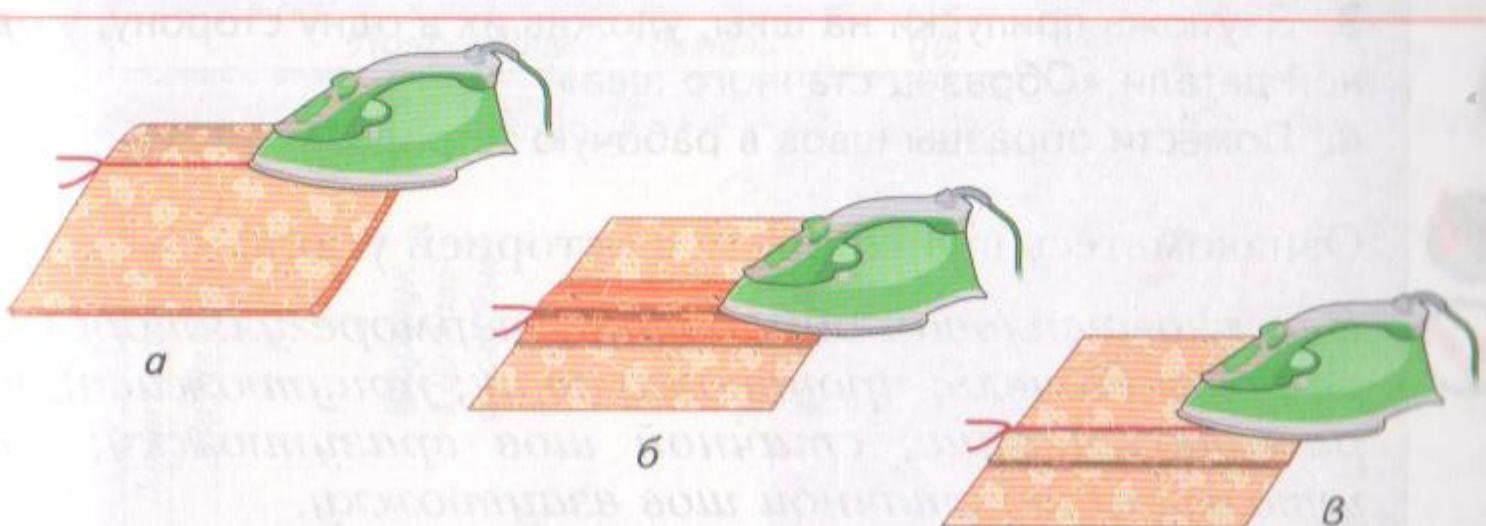

Рис. 108 Основные операции влажно-тепловой обработки:
1. *Приутюживание*. Деталь или швейное изделие укладывают на утюильную доску и прижимают горячим утюгом в области шва, сгиба или края детали, для того чтобы уменьшить их толщину (рис. 108, а).
2. *Разутюживание*. Припуски стачного шва раскладываются в противоположные стороны и закрепляют их в таком положении горячим утюгом (рис. 108, б). После этой влажно-тепловой обработки шов получает название *стачной шов вразутюжку*.
3. *Заутюживание*. Край детали подгибают и закрепляют его в таком положении горячим утюгом. Припуски стачного шва укладывают в одну сторону (рис. 108, в), в результате шов называется *стачной шов взаутюжку*.